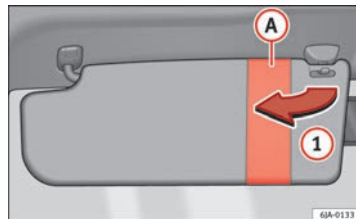
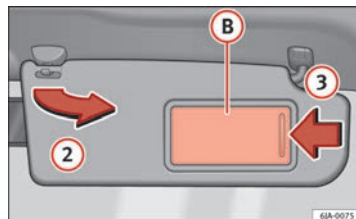

Fig. 63 Aletta parasole del conducente
Fig. 64 Aletta parasole del passeggero anteriore
L'aletta parasole del conducente e quella del passeggero possono essere staccate dai supporti centrali e ruotate verso le porte nel senso indicato dalla freccia ① ⇒ fig. 63 e ② ⇒ fig. 64 rispettivamente.
L'aletta parasole del lato passeggero è dotata di specchietto di cortesia B con copertura. La copertura si apre facendola scorrere nel senso indicato dalla freccia ③ ⇒ fig. 64.